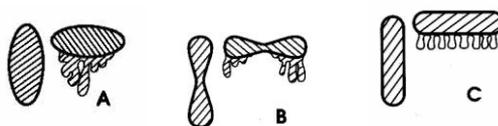

Рис.2 Форма полученного пятна
**3.10** Форма факела должна соответствовать поз. С (см. рис.2).